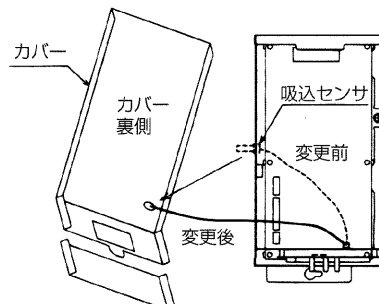

図2
3. 制御ボックスカバーを外しボックスに取付けてある吸込センサーをカバーに付け換えてください。(図2)